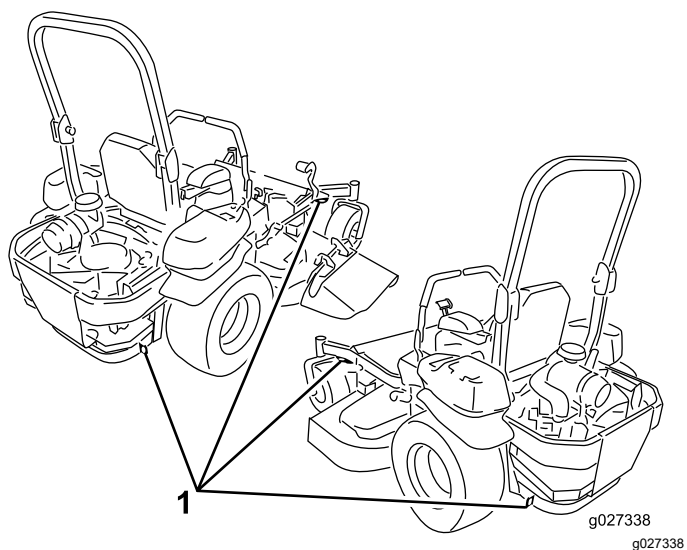

Figure 45
6. Arrimez la machine près des roues pivotantes avant et du pare-chocs arrière à l'aide de sangles, chaînes, câbles ou cordes (Figure 45). Reportez-vous à la réglementation locale concernant les exigences en matière d'arrimage.